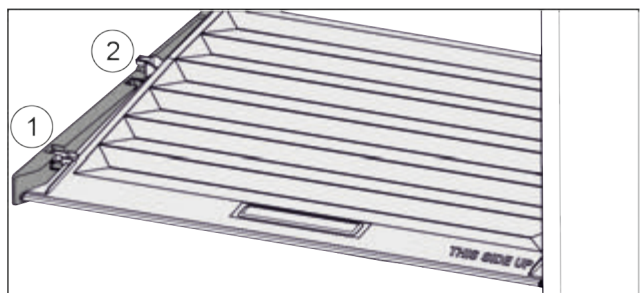

Fig. 36
- ▶ Кришку до отвору в деталях для підтримки потягнути вперед Fig. 36 (1).
- ▶ Підняти ззаду знизу та вийняти Fig. 36 (2) вгору.